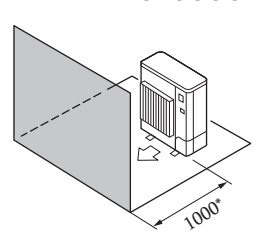

Fig. 2-10
- ④ Շրջապատող իրեր՝ միայն առջևից (Fig. 2-10)